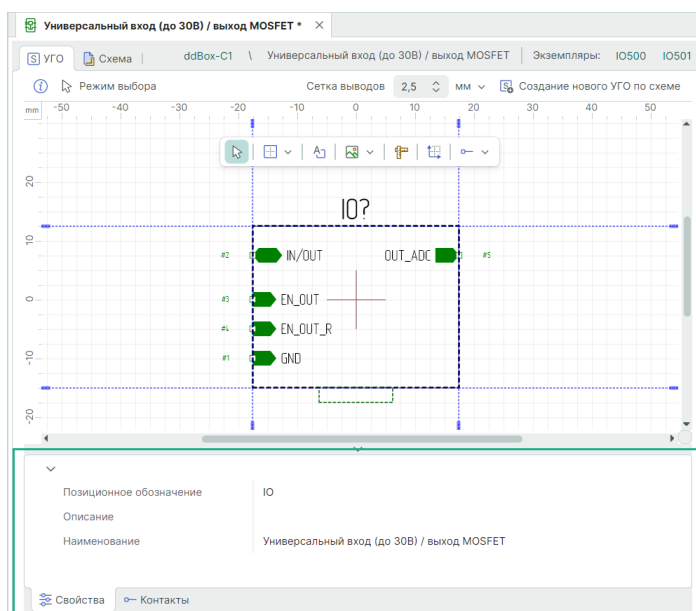

Рис. 287 Свойства блока
- Наименование – имя блока. Под этим именем блок отображается в иерархии проекта, см. Рис. 287.